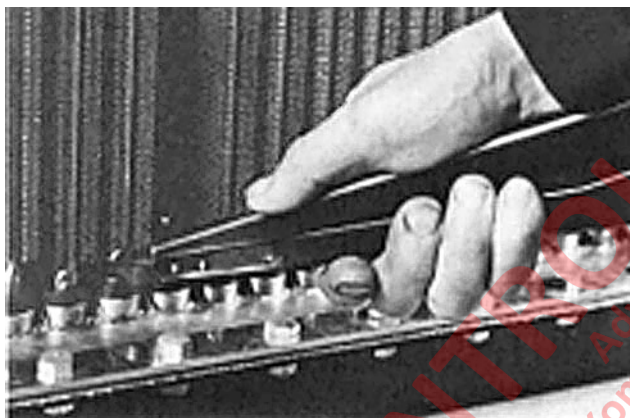

FIGURA 3-10. USO DE LA HERRAMIENTA DE INSTALACIÓN PARA INSTALAR EL TUBO
6. Centre el extremo inferior del tubo en el sello inferior. Empuje el tubo hacia abajo, hasta que la bola formada en el tubo se asiente al interior de la ranura del anillo de seguridad del sello. De ser necesario, utilice la herramienta de instalación (VJ6567) para tirar el tubo hacia abajo y dentro del sello. La herramienta tiene un dispositivo de enganche al extremo de una de las manillas para facilitar la instalación. Consulte la Figura 3-10.